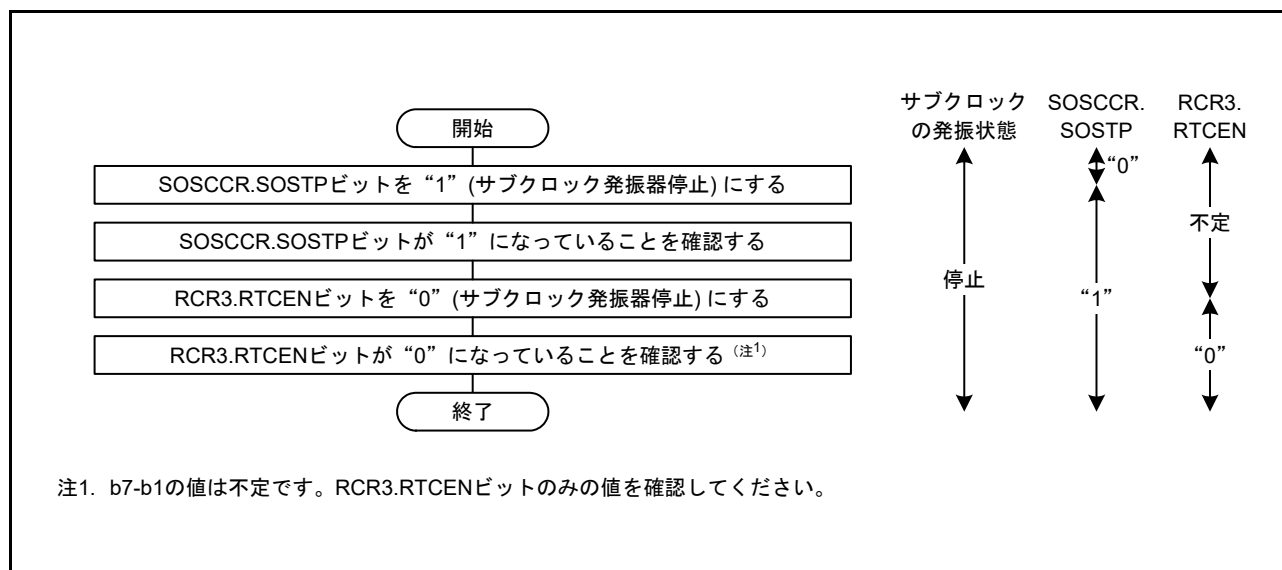

図 9.15 サブクロックを使用しない場合の初期化フローチャート例
- サブクロックを使用しない場合は、図 9.15 のフローチャートの例に従って初期設定してください。